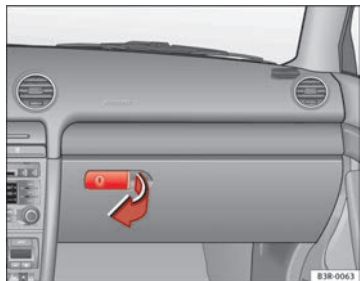

Abb. 138 Handschuhfach
- Ziehen Sie den Griff in der Klappe in Pfeilrichtung ⇒ Abb. 138 und schwenken Sie die Klappe nach unten.